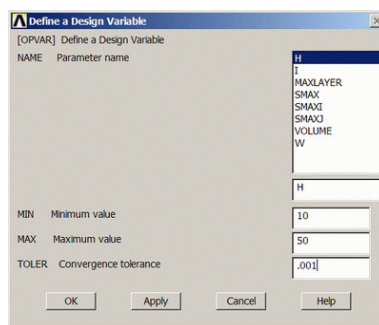

Рисунок 23 – Графічне вікно задання змінних проекту
- заповнити вікно, як показано нижче (рис. 23);